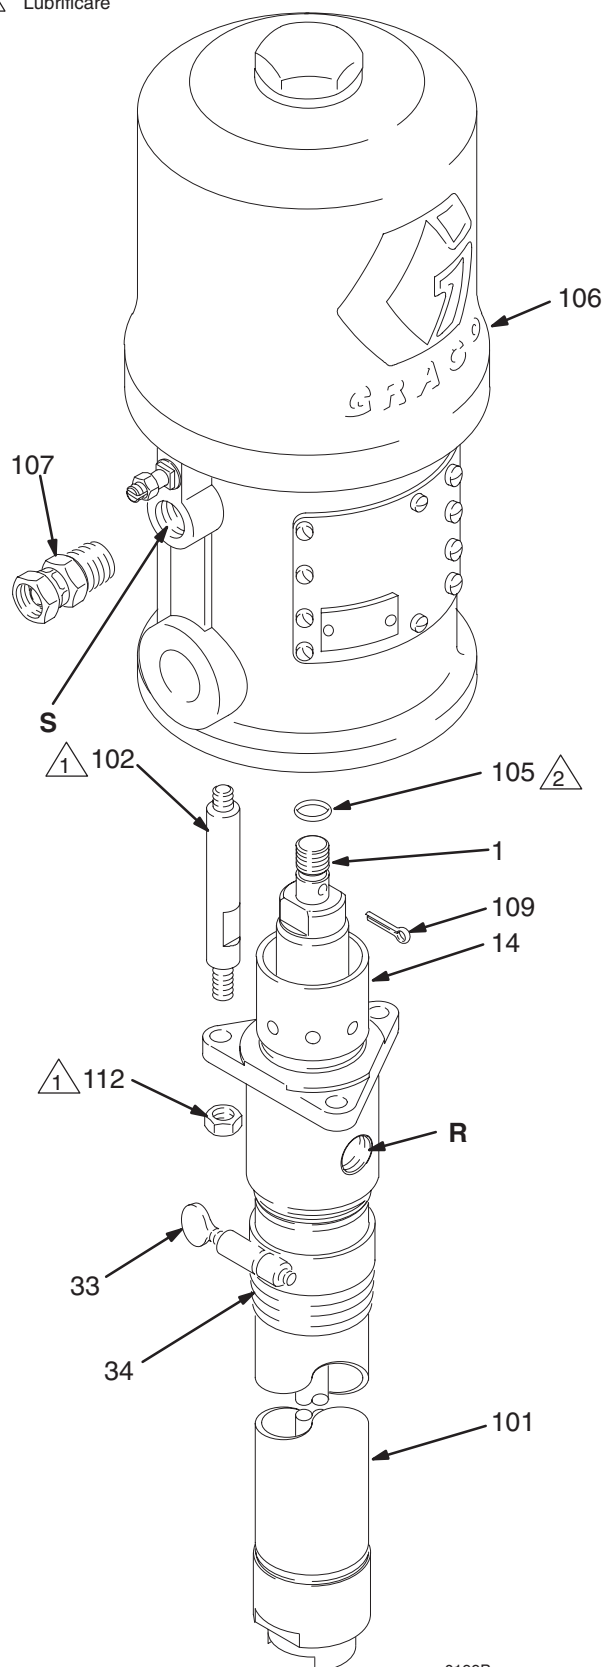

Fig. 3
2. Scollegare i tubi dell'aria e del fluido. Rimuovere la pompa dal supporto. Prendere nota della posizione relativa dell'uscita fluido (R) rispetto all'ingresso aria (S) del motore.
3. Svitare i controdadi (112) del tirante (102). Rimuovere la coppia (109). Svitare l'asta del pompante (1) dal motore pneumatico (106). Tirare con cura il pompante (101) fuori dal motore pneumatico (106). Ispezionare l'anello di tenuta (105). Vedere Fig. 3.
1. Lubrificare l'anello di tenuta (105) e verificare che sia in posizione sull'asta del pompante (1). Orientare l'uscita del fluido (R) rispetto all'ingresso aria (S) del motore secondo le annotazioni nel passo 2 in **Scollegamento del pompante**. Posizionare il pompante (101) sui tiranti (102). Avvitare i controdadi (112) sui tiranti (102) senza serrare. Vedere Fig. 3.
2. Avvitare l'asta del pompante (1) nell'albero del motore pneumatico (106) fino a quando i fori degli spinotti nell'asta e nell'albero non sono allineati. Installare la coppia (109).
3. Montare la pompa e ricollegare tutti i tubi. Ricollegare il filo di terra se era stato scollegato durante la riparazione. Serrare il dado della guarnizione/tazza (14) in modo che sia fisso senza serrare troppo. Riempire la tazza di liquido sigillante per filettature (TSL) o solvente compatibile.
4. Serrare i controdadi del tirante (112) in modo uniforme e serrare come illustrato in Fig. 3.
6. Verificare eventuali perdite di fluido sulla tazza/sul dado della guarnizione (14). **Decomprimere** prima di serrare la tazza/il dado della guarnizione.